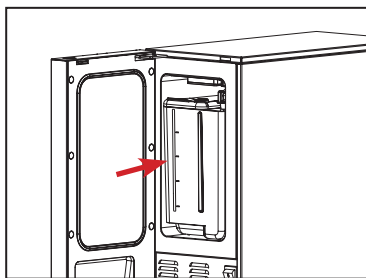

图 8
8. 将牛奶罐滑入冷藏室中原来的位置，清洁过程中让冷藏室门敞开，以免蒸汽积聚在制冷区（参见图 8）。
8. 冲洗或清洗后，擦干牛奶罐和盖子（参见图 8）。
8. 用温水冲洗牛奶罐和盖子（必要时，用温和的清洁剂清洗牛奶罐）（参见图 8）。